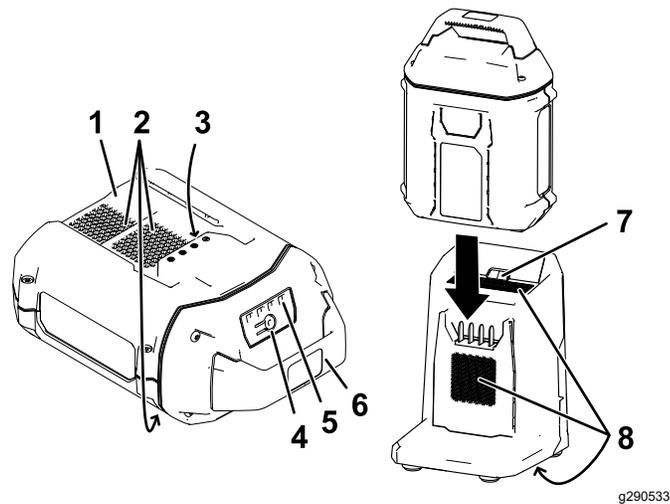

Figura 17
2. Alinhe a cavidade na bateria (Figura 17) com o ressaltado no carregador.
4. Deslize a bateria para o carregador até que fique totalmente encaixada (Figura 17).